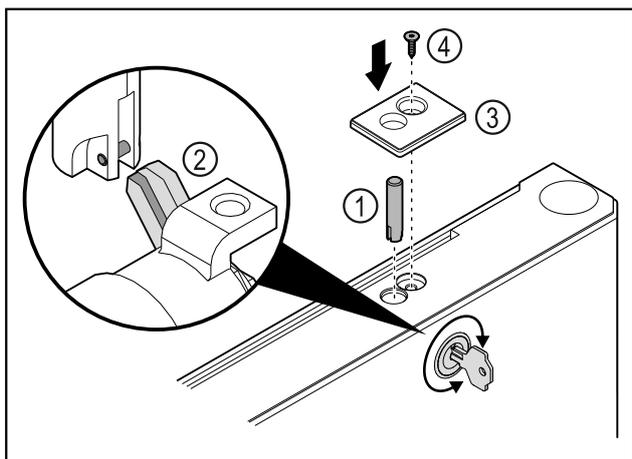

Fig. 42
- Nasadíte čap zámku Fig. 42 (1).
- Zľahka otáčajte zámok, aby čap zámku Fig. 42 (2) zapadol do drážky zámku.
- Nasadíte kryt Fig. 42 (3).
- Nasadíte skrutku Fig. 42 (4).